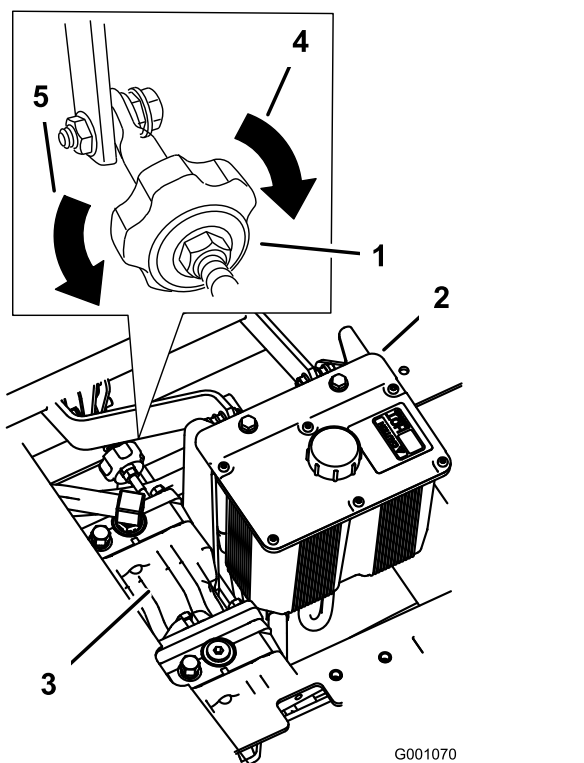

Figura 49
4. Rimuovete la batteria come illustrato nella Figura 49
4. Per spostare la macchina a destra, girate la manopola verso il lato destro della macchina; Vedere Figura 49.
5. Per spostare la macchina a sinistra, girate la manopola verso il lato sinistro della macchina. Vedere Figura 49.